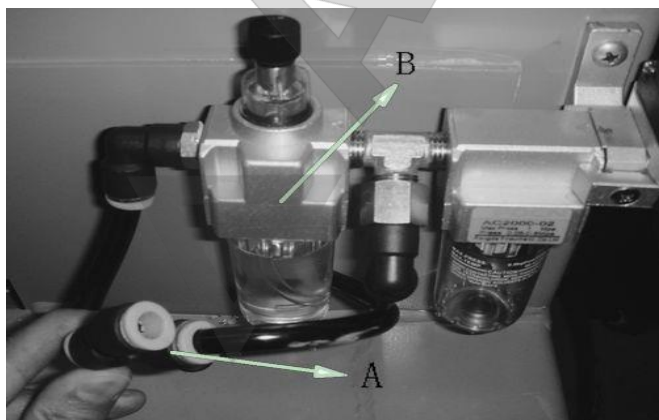

Рис. 7-5
**7.1.6** Подключите шланг подачи воздуха и используйте Т-образное соединение Y (Рис.7-5 А) для подключения выходного шланга, а другой конец подключите ко входу клапана регулирования давления вспомогательного оборудования.
**7.3.4** Выньте шланг из отверстия источника подачи воздуха и с помощью короткого отрезка ПУ шланга  $\varnothing 8$  соедините Т-образное соединение Y с выходом, а другой конец подключите к шлангу источника подачи воздуха (Рис.7-5)
**7.3.5** Вставьте конец ПУ шланга  $\varnothing 8$  (Рис. 7-5) в свободный разъем Т-образного соединения Y, а второй конец подключите ко входу клапана настройки давления вспомогательного оборудования.